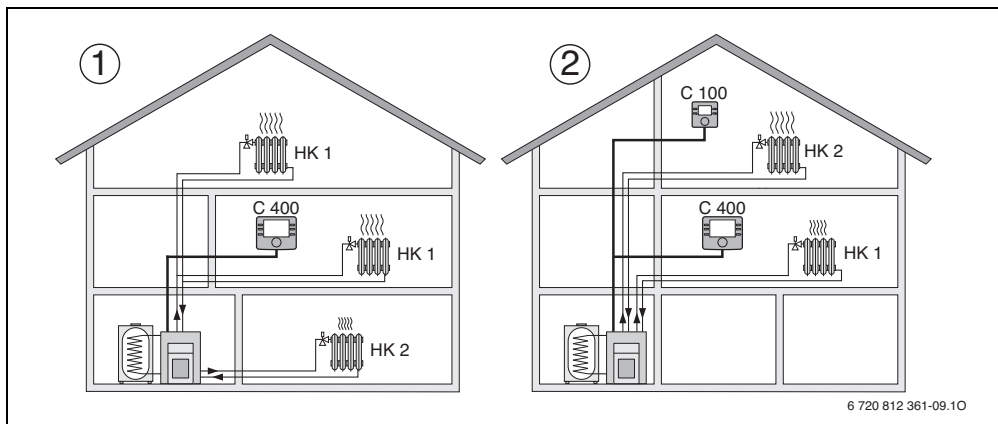

Рис. 1 Примеры отопительных систем с одним и с двумя отопительными контурами
- квартира в сочетании с мастерской (→ рис. 1, [1])
- дом со сдаваемой внаём квартирой с CW 400/ CW 800 как регулятором и с CR 100 как дистанционным управлением (CR 400 устанавливается в контрольном помещении дома, CR 100 - в контрольном помещении сдаваемой квартиры, → рис. 1, [2])